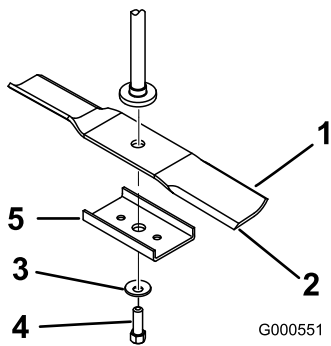
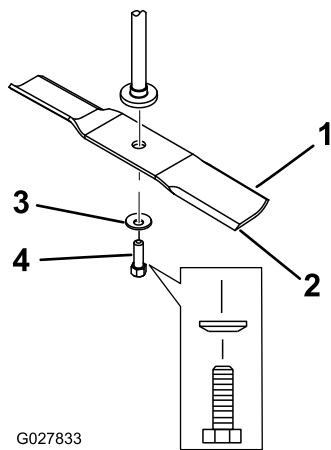

Figure 56
Figure 57
2. Enlevez de l'axe le renfort de lame (plateaux de 81 cm seulement), le boulon de lame, la rondelle bombée et la lame (Figure 56 et Figure 57).
1. Placez la lame sur l'axe (Figure 57).
2. Montez le renfort (plateaux de 81 cm seulement), la rondelle bombée (face concave vers la lame) et le boulon de lame (Figure 57).